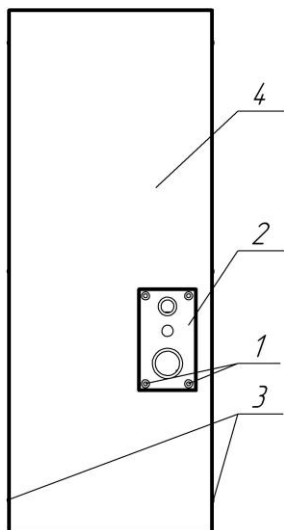

Рисунок 1
4.1 Для подключения прибора и ремонтно-профилактических работ необходимо снять кожух согласно рис.1, 1а, 1б. Для этого следует утопить надавливанием до щелчка центральные части крепежных клипс (1) и извлечь их, извлечь панель управления (2) из окна, развернуть ее перпендикулярно прибору (см. рис. 1а) и ввести её через проём во внутренний объём прибора, наклоня влево-вправо по мере опускания (см. рис 1б). После этого отвернуть самонарезающие винты (3) с боковых поверхностей кожуха (4) и снять кожух.
Рисунок 1а
Рисунок 1б